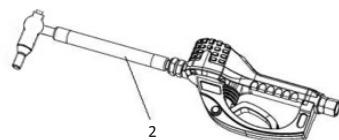

FIG. 3
- Gjeng forlengelsesslangenippelen (2) i målerutløp med minst tre fulle omdreininger. (FIG. 3). Ikke bruk en bøy/lås eller manuell avstengingsdysse. Du må bruke en automatisk dysse på måleren, hvis ikke kan måleren skades.